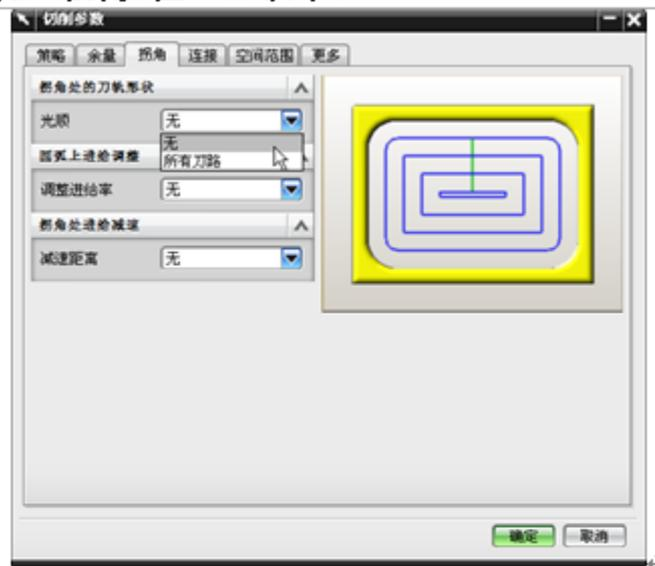

图3-18 【切削参数】对话框。
- 【拐角】选项：主要用于设置刀具在转角处的参数。在【切削参数】对话框中选择 **拐角** 选项，结果如图 3-18 所示。